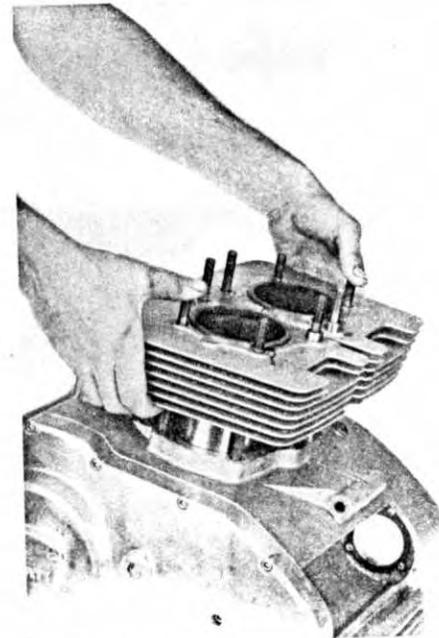

Fig. 38
- Sfilare il cilindro (fig. 38), facendo bene attenzione ad impedire danneggiamenti o urti ai pistoni durante tale operazione.
- Remove the cylinder barrel (fig. 38), taking care not to damage pistons.